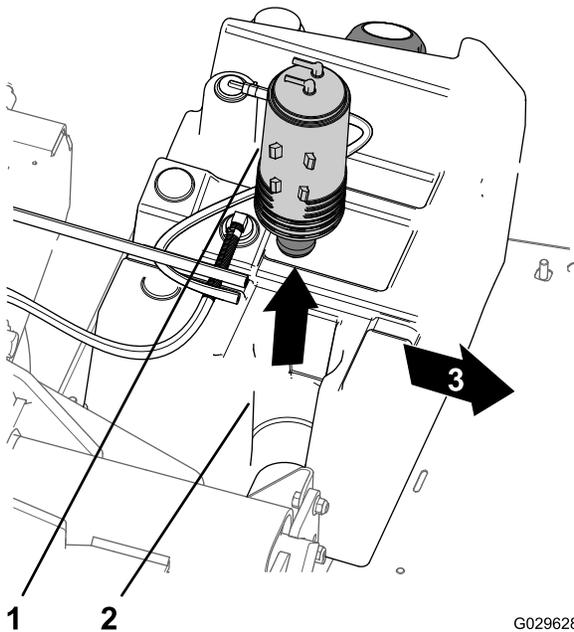

Figura 47
3. Levante o recipiente de carbono da montagem do recipiente de carbono no depósito de combustível (**Figura 47**).
7. Insira o novo recipiente de carbono na montagem do recipiente de carbono do depósito de combustível com as uniões purga e depósito de combustível alinhadas para trás (Figura 47).